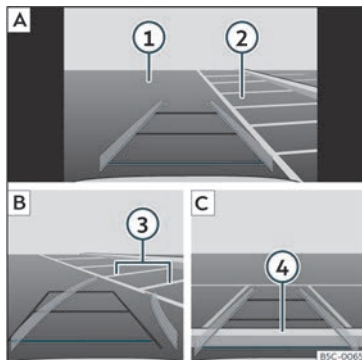

Fig. 196 Visualització a la pantalla del sistema d'infotainment: aparcar amb l'assistent de marxa enrere.
Llegenda de la **fig. 196**:
- Situeu el vehicle davant de l'espai d'aparcament»» **fig. 196** **2** **A**.